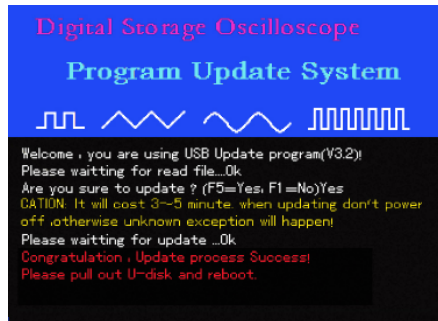

图5-5
6、当程序更新进度到100%，显示变为0K，表示完成当前程序更新完成，并显示图5-5所示，提示“祝贺您程序升级成功，请拔出U盘，重新启动示波器”。